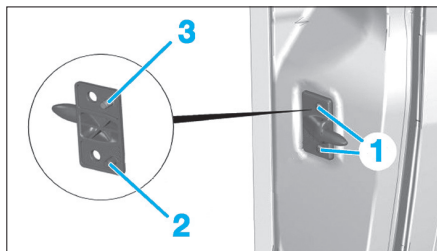

Fig. 98
- Déposer la vis (1) et déposer le guide (2) (Fig.98).
- Meuler les points d'indexage (3).